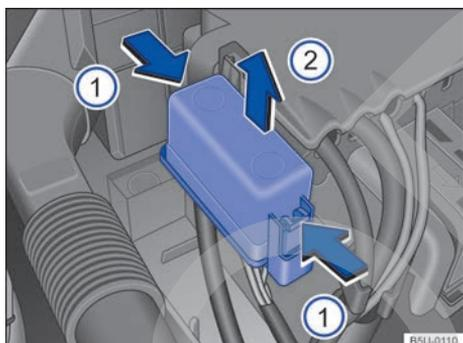

Fig. 177 En el compartimento del motor: cubierta de la caja de fusibles.
- Presionar las trabas en el sentido de la flecha → fig. 177 , para desbloquear la cubierta de la caja de fusibles.